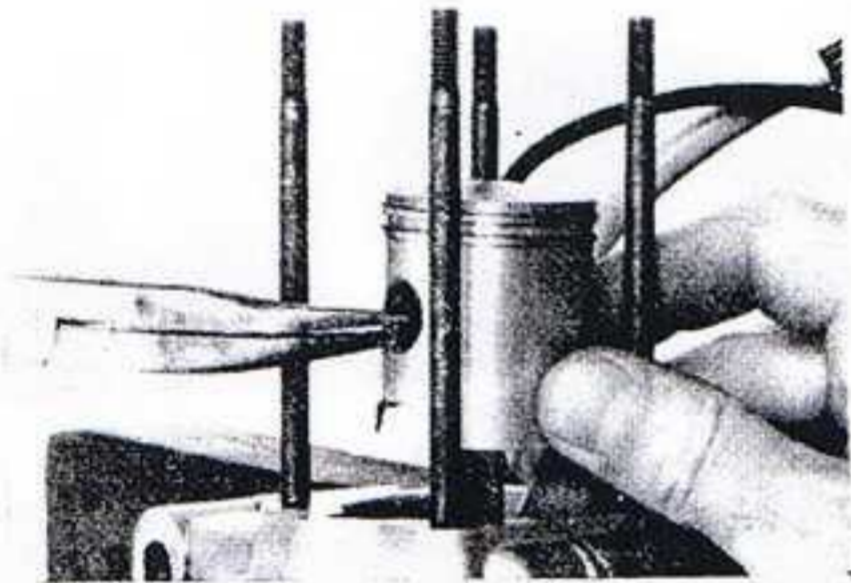

fig.4
- Sortir les circlips d'axe de piston (fig.4).